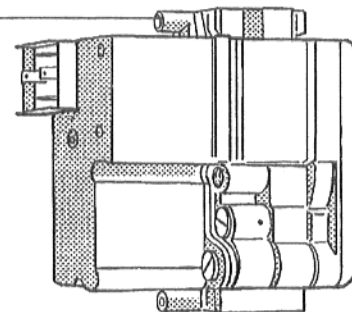
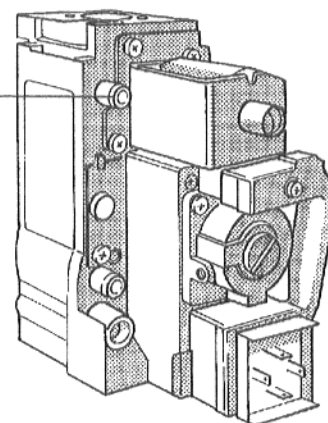

Рис. 19: Арматура газовой горелки "BM" 762-012
Рис. 20: Арматура газовой горелки "Honeywell"
- Ослабить резьбовую пробку контрольного ниппеля давления подключения на арматуре газовой горелки (Рис. 19 или Рис. 20) на два оборота.